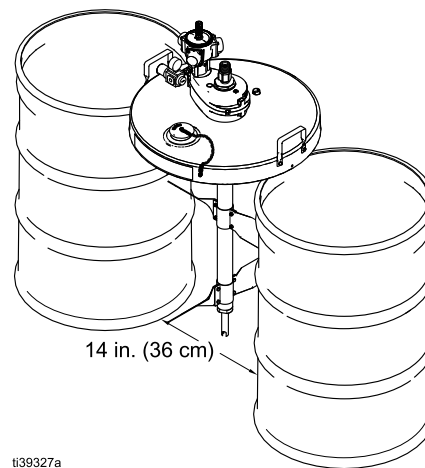

Figure 3 组装和放置不带升降机的搅拌器
2. 旋转搅拌器，使得空气马达位于轴的左侧，如图 3 所示。在此位置，搅拌器底部的三个锥孔与桶盖中的三个通孔对齐。
3. 向上拧紧三个六角头螺钉 (25)，使其穿过桶盖，进入搅拌器。拧紧螺钉，使扭矩达到 8.4 牛·米 (75 英寸-磅)。
4. 组装一对搅拌器刀片 (28)，使得半刀片中的四个通孔成一条线。对于刀片方向，参见 型号 26B630、26B631、238250, page 33 和 型号 26B632、26B633, page 37。
5. 按动四个带帽螺钉 (31)，使其穿过刀片的四个孔，将锁紧螺母 (32) 拧到带帽螺钉上。
7. 均匀拧紧四个锁紧螺母 (32)，将刀盘拉紧在一起，直到它们紧固在轴上。用 5.6–6.2 牛·米 (50–55 英寸-磅) 的扭力拧紧锁紧螺母。半刀片之间会留有一个间隙。
9. 将第二个刀片装置放在轴底端附近，但不要放在底部塞 (20) 上。
10. 旋转下方刀片装置，使其与上方刀片装置成 90 度。用 5.6–6.2 牛·米 (50–55 英寸-磅) 的扭力拧紧锁紧螺母 (32)。半刀片之间会留有一个间隙。